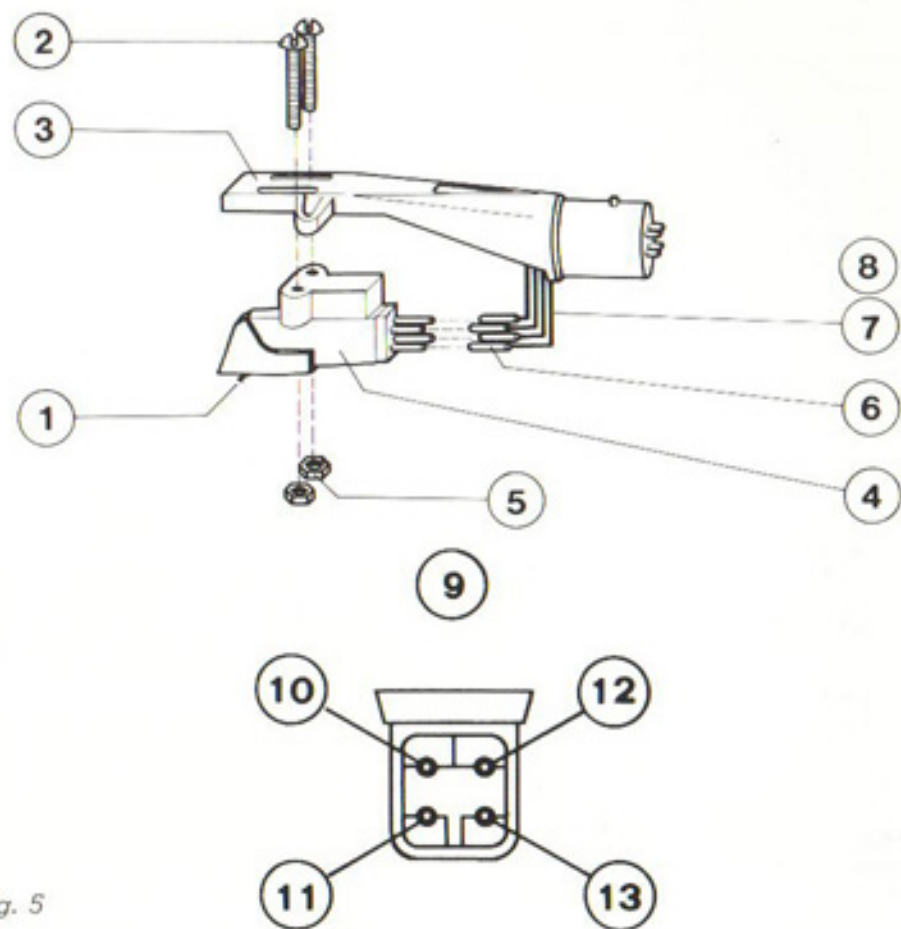

Fig. 5
- c) fissare la testina alla shell senza togliere la protezione della puntina, utilizzando un piccolo cacciavite e senza stringere a fondo le viti (Fig. 5);
- d) connettere con delicatezza sugli attacchi della testina i terminali dei fili, tenendo conto dei colori come indicato in Fig. 5;
- c) install new cartridge to the headshell, without removing stylus cover (see Fig. 5) and using a small screw driver. At this time do not fully tighten the screws;
- d) following the colour code shown in Fig. 5, carefully connect the lead wires to cartridge pins;